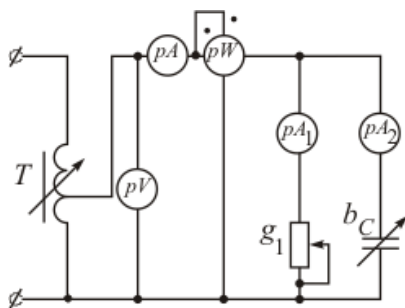

Рис. 4.4.
2. Для цепи, схема которой показана на рис. 4.4, качественно постройте:
3. Соберите электрическую цепь по схеме рис. 4.4. При неизменном напряжении на входе цепи исследуйте зависимости токов и активной мощности от величины  $g_1$ . Результаты опытов занесите в табл. 4.3.